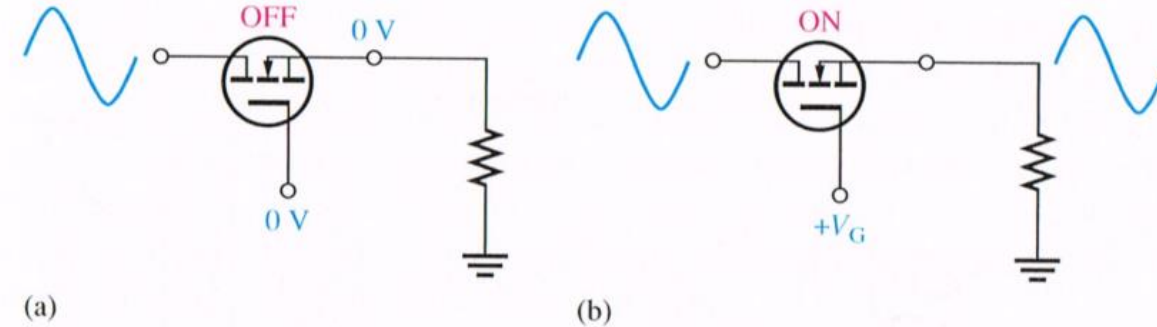

FIGURE 4-54 Operation of an n -channel MOSFET analog switch.
- Fig. 4.54 toont principe N-kanaal MOSFET-schakelaar waarbij het signaal van drain naar source wordt doorgeschakeld. Er vloeit een I_d bij een positieve V_{GS} en afgeschakeld als $V_{GS} = 0\text{ V}$